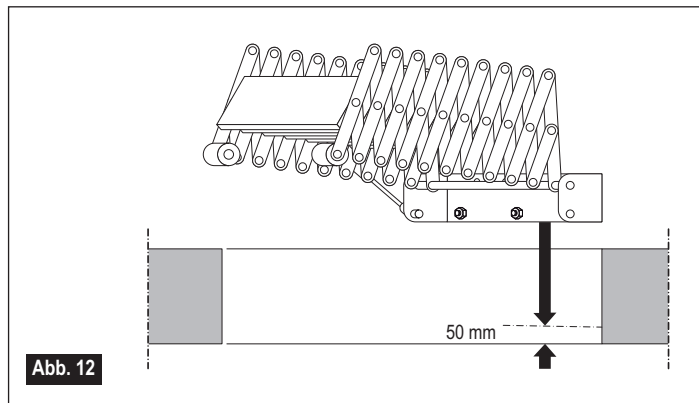

Abb. 12
- Montieren Sie die Scherentreppe in der Deckenöffnung, oder befestigen den Bügel ans Rahmenwerk oder an die Wand mit den nötigen Schrauben oder Bolzen (Abb. 12)
Unterseite = Unterseite Decke + 50 mm! (Abb. 12)